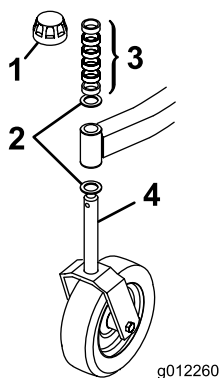
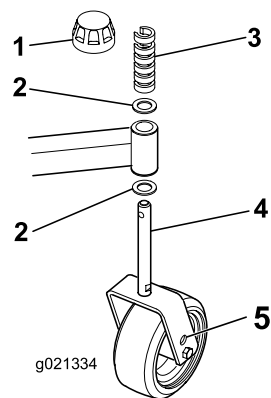

Figura 2
Figura 3
1. Retire as tampas de fixação dos rolamentos do eixo e desloque os espaçadores e anilhas de encosto (Figura 2 Figura 3).
5. Instale outra anilha de encosto e os restantes espaçadores no eixo e instale as tampas de fixação para prender o conjunto (Figura 2 e Figura 3).